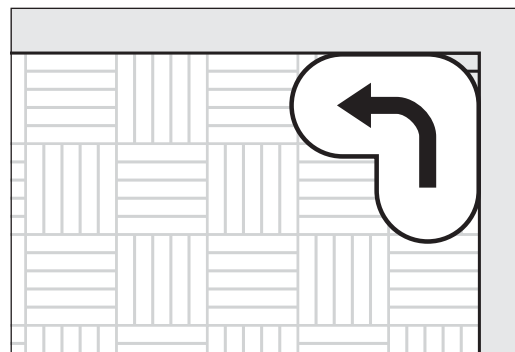

Abb. 15 ELAN mit **Eckenvorsatz**:
- Die ELAN mit **Eckenvorsatz** wird beim Schleifen **gegen den Uhrzeigersinn** bewegt (Abb. 15)! Ansonsten können tiefe Einschliffe entstehen, die nur sehr aufwendig beseitigt werden können!